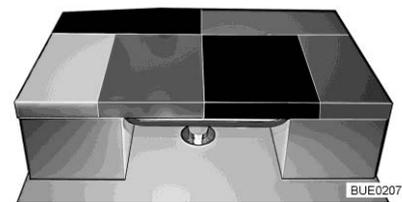

Fig. 157 Después de la transformación
- Colocar el cojín adicional en la mesa (véase Fig. 157). En esto colocar el lado achaflanado del cojín en el asiento lateral del grupo de asientos L.